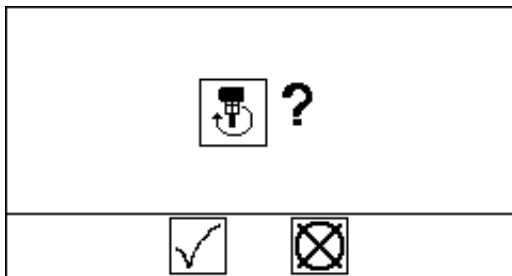

ABB. 16: Wechseln in den Rezirkulationsmodus
- Rezirkulationstaste  drücken. Auf der Anzeige erscheint eine Aufforderung an den Bediener, diesen Vorgang zu bestätigen.  drücken, um zu bestätigen oder  drücken, um abzubrechen. Siehe ABB. 16.